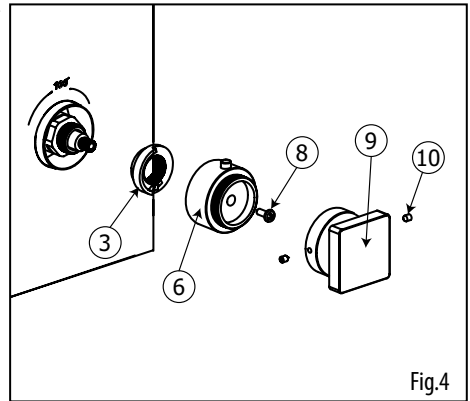

Fig.4
- *Enlever la poignée (9), l'adaptateur (6) et le limiteur de température (3) tel qu'illustré (fig.4).*